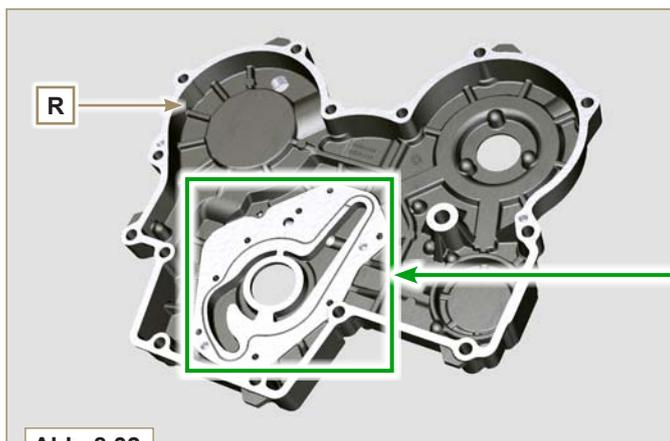

Abb. 8.32
- Das Gehäuse **R** zusammen mit der Ölpumpe austauschen, wenn im Bereich **P** der Platte **Q** (Abb. 8.32 - 8.32a) Anzeichen für Verschleiß zu bemerken sind.